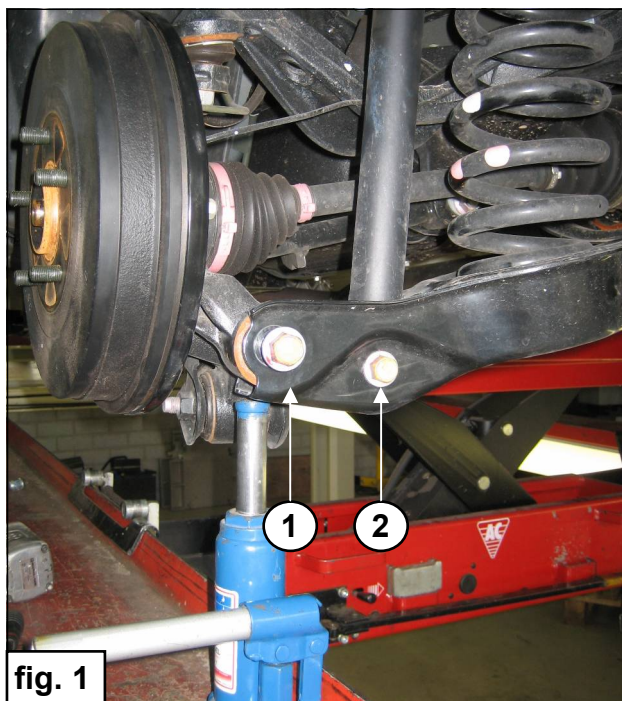

fig. 1
2. Unterstützen Sie den Tragarm und entfernen Sie den Tragarmbolzen an die Radseite 1. Siehe Fig. 1. **Achten Sie darauf dass der Tragarm unter Feder-spannung ist.**
2. Soutenez le bras de suspension et enlevez le boulon du bras de suspension côté roue 1. Voir fig. 1. **Attention: le bras de suspension est sous tension.**